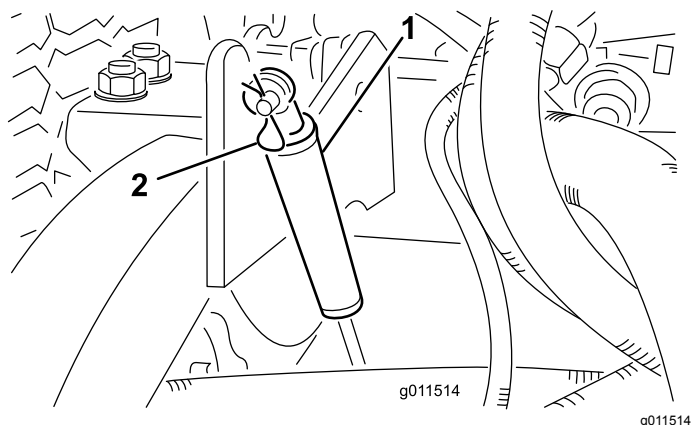

Figure 103
2. Retirez la goupille fendue qui fixe les amortisseurs aux bras de levage (Figure 103). Faites pivoter l'amortisseur vers le carter du plateau de coupe.